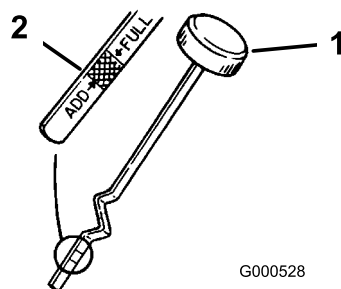

Figura 25
3. Svitare l'asta di livello dell'olio e pulitene l'estremità (Figura 25).